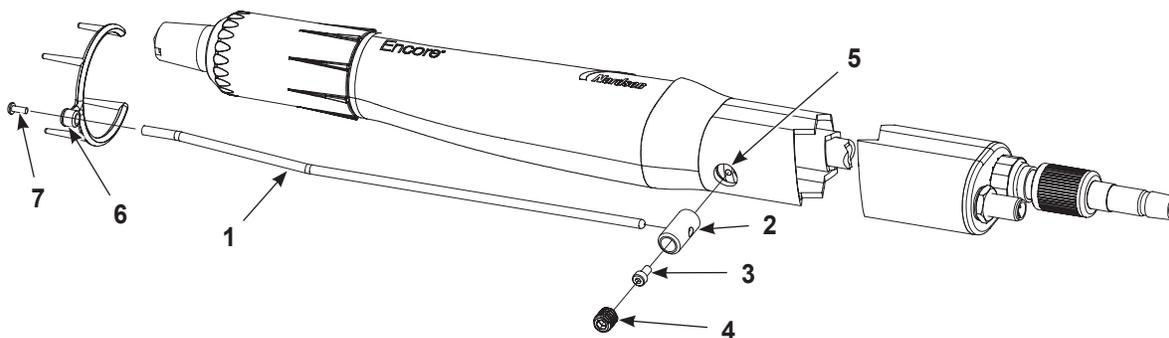

Abbildung 3-5 Ionensammlerinstallation – Sprühapplikator für Rohrmontage (zur besseren Übersichtlichkeit sind einige Teile nicht abgebildet)
HINWEIS: Die Montagebohrung für den Ionensammler muss zur Vorderseite des Sprühapplikators zeigen, wie in Abbildung 3-5 abgebildet. Wird der Ionensammler weit hinten installiert, muss er umgedreht werden, um Zugang zu der Erdungsplatte in der hinteren Gehäusebaugruppe zu erhalten. Bei Bedarf die Schritte 1–7 zum Zerlegen bei Rohrmontage auf Seite 7-2 ausführen, um das Rohr zu entfernen. Anschließend das Rohr umdrehen und den Sprühapplikator wieder zusammenbauen.
1. Siehe Abbildung 3-5. Falls erforderlich den Stopfen aus der Montagebohrung (5) entfernen.
2. Die Führung (2) mit der Innensechskantschraube (3) an der Erdungsplatte befestigen.
3. Den Sammelstab (1) in die Führung stecken und mit dem M10×10-Gewindestift mit Nylonspitze (4) sichern.
4. Die Mehrfachspitze (6) mit der M3x8-Schraube (7) am Sammelstab befestigen.